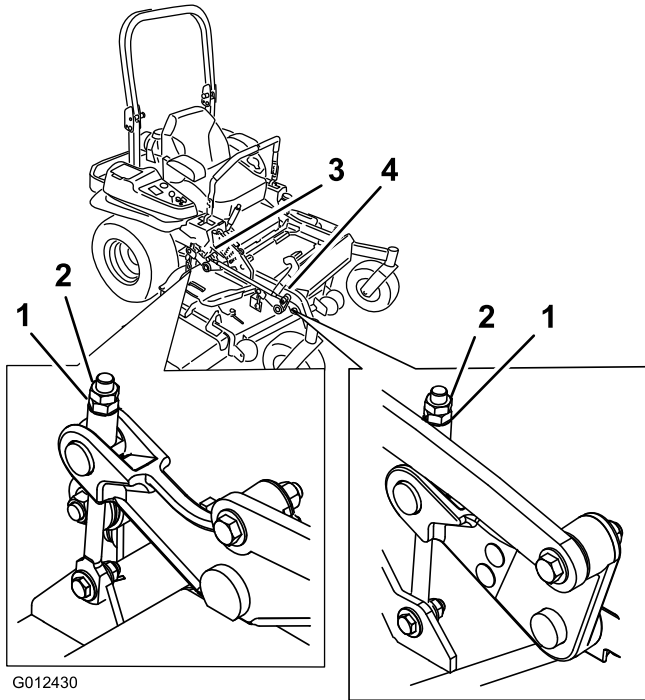

Figura 95
10. Para las carcasas de corte identificadas en Figura 95, gire la tuerca de ajuste del conjunto de elevación de la carcasa delantera para modificar la altura (Figura 95).
17. Gire la tuerca de ajuste del conjunto de elevación de la carcasa delantera para modificar la altura (Figura 95).